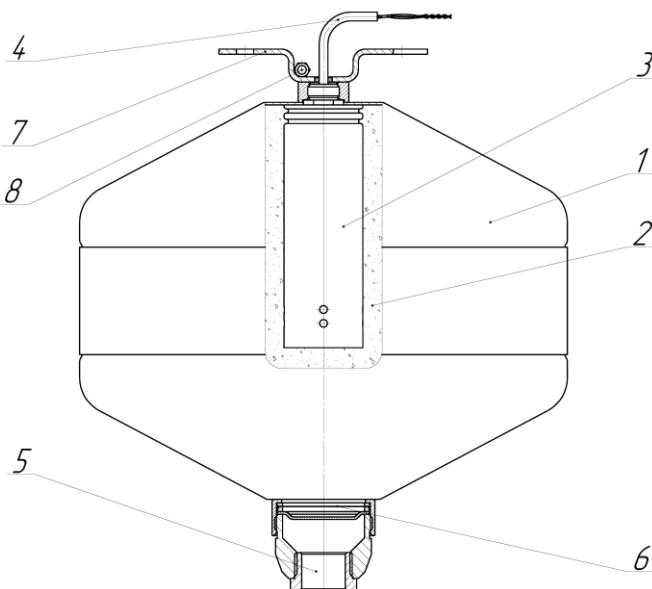

Рисунок 3 – Устройство модуля
4.1 МПП (рис. 3) представляет собой герметичную конструкцию, состоящую из корпуса **1**, заполненного огнетушащим порошком **2**, газогенерирующего устройства (ГГУ) **3** с электроактиватором **4**, насадка-распылителя **5**, мембранны **6**, кронштейна **7** и узла заземления **8**.
6.5 При необходимости, присоединить провод заземления к узлу заземления **8** (рис.3). Необходимость заземления модуля определяется проектно-монтажными организациями, исходя из требований ГОСТ 30331.3-95 (МЭК 364-4-41-92); ГОСТ 12.2.007.0-75 и других нормативных документов.